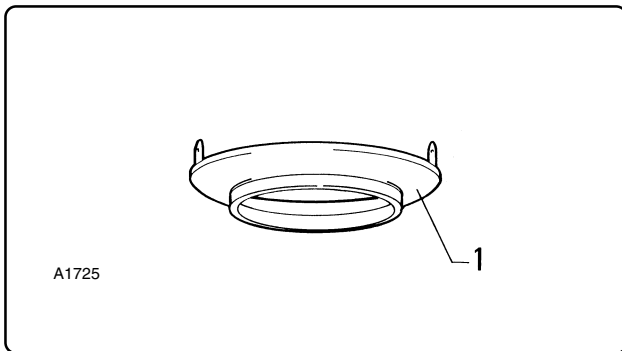

Fig. 6.10.1
**6.10.1- Ciclone estraibile (fig. 6.10.1)**
**6.10.1- Removable separator (fig. 6.10.1)**
**6.10.1- Cyclone extractible (fig. 6.10.1)**
**6.10.1- Herausziehbarer Zyklon (Abb. 6.10.1)**